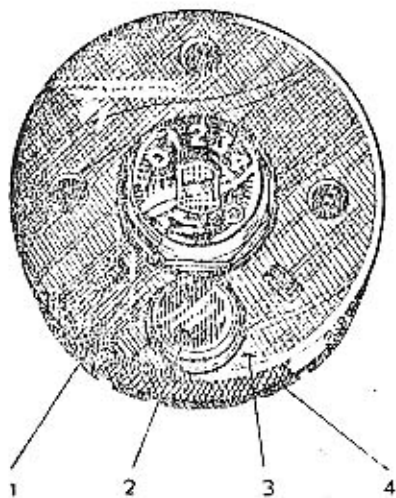

Abb. 47
Das Schalten der verschiedenen Verbraucher wird mit dem Schaltkasten besorgt. Von diesem sehen wir am Armaturenbrett nur die Befestigungsschraube (Abb. 47 — 1) und die Kontrolllampe (Abb. 47 — 2). Das Gehäuse des Kastens (3) und die Befestigungsscheibe (4) befinden sich hinter dem Armaturenbrett (Panel).